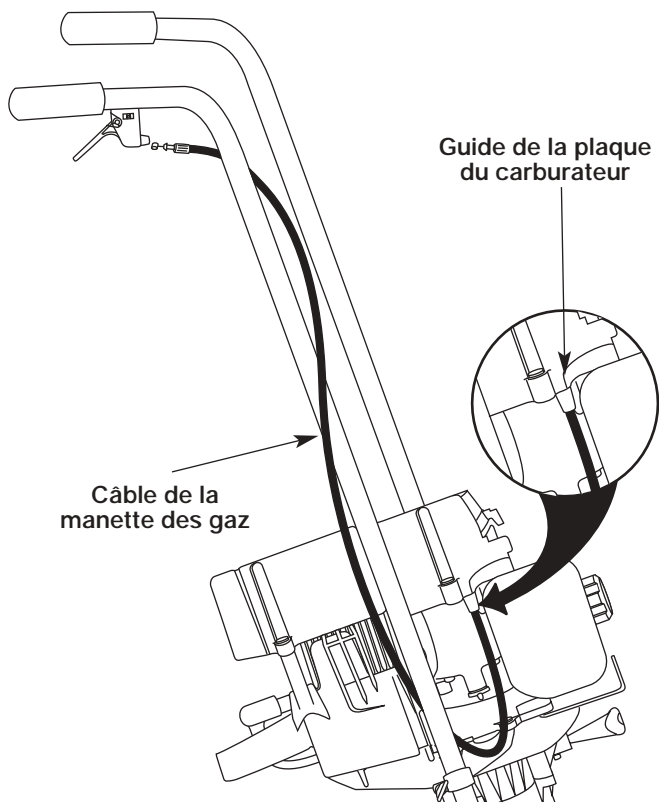

Figure 8
1. Enroulez le câble de la manette des gaz une fois autour des poignées (Fig. 8).
**REMARQUE :** Assurez-vous que le câble de la manette passe par le guide de la plaque du carburateur sur le moteur. Si ce n'est pas le cas, la manette des gaz ne fonctionnera pas correctement (Fig. 8).